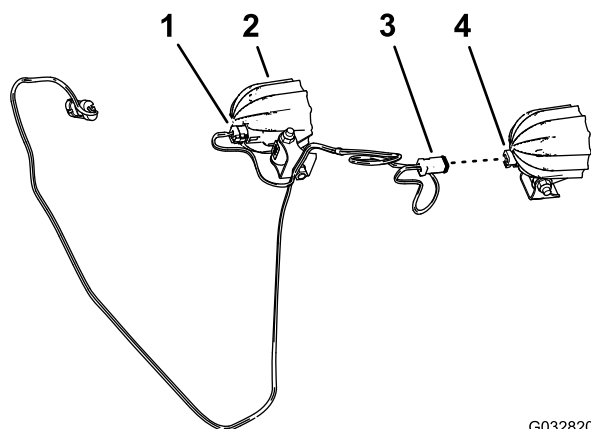

Bild 7
1. Schließen Sie den 2-Stift-Stecker der LED-Lampe am 2-Buchsen-Stecker des Kabelbaums der LED-Lampe an (Bild 7).
2. Wiederholen Sie Schritt 1 für die andere LED-Lampe und den anderen 2-Buchsen-Stecker des Kabelbaums (Bild 7).